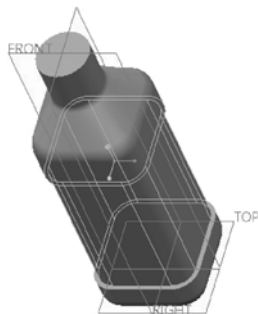

图 13-59 拉伸切除
- 8 在“拉伸”选项卡中单击“完成”按钮，切除操作得到的模型如图 13-59 所示。